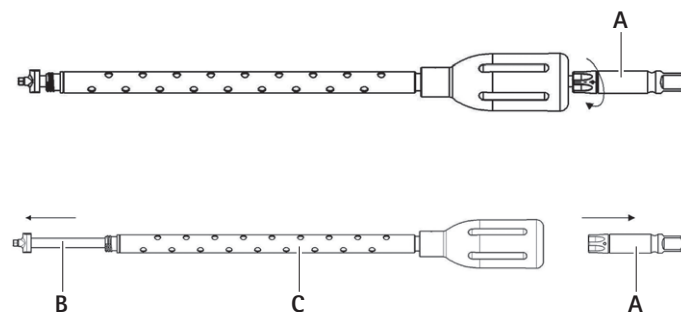

Fig. 12 Demontering av den gängade skruvdragaren
6.5 S⁴ Cervical TH gängad skruvdragare (12)
- Ta bort skruvdragarens skaft B genom enheten för handtagshylsan C, se Fig. 12.